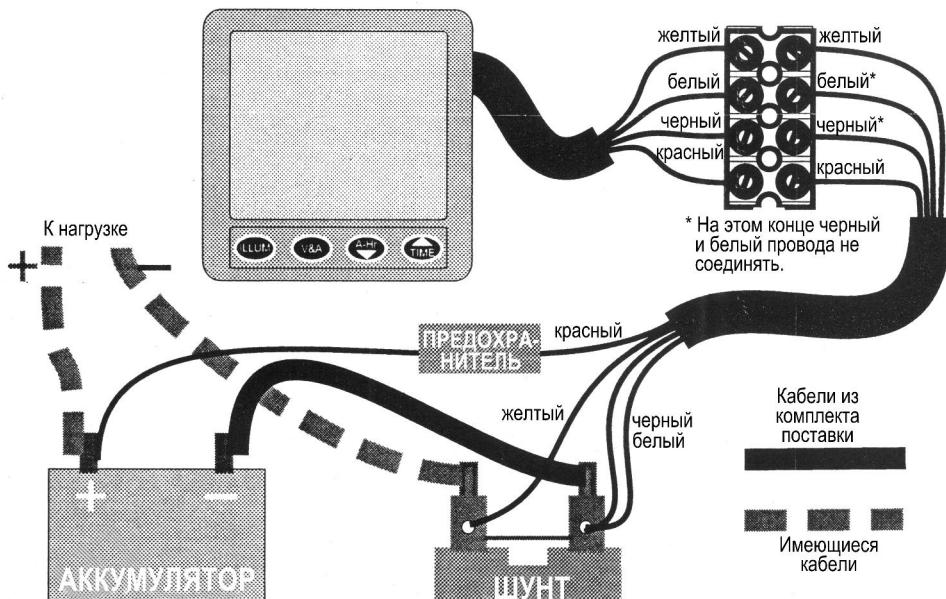

Рис. 1. Схема подключения кабелей
5. Подсоедините кабель шунта к дисплею через клеммную колодку из комплекта поставки (см. рис. 1). Провода подсоединяйте в точности, как показано на схеме. Обратите внимание, что черный и белый провода со стороны шунта соединены вместе, а со стороны дисплея — разделены.
10. Подсоедините черный, белый и желтый провода к шунту, как показано на рис. 1.
11. Соедините шунт с отрицательной клеммой аккумулятора (см. рис. 1). Короткий соединительный кабель должен располагаться в сухом и чистом месте, где исключен его электрический контакт с другими частями системы. Учтите также, что при большом токе шунт может нагреваться, поэтому его не следует располагать вблизи других деталей. Не затягивайте болты клемм шунта слишком сильно.